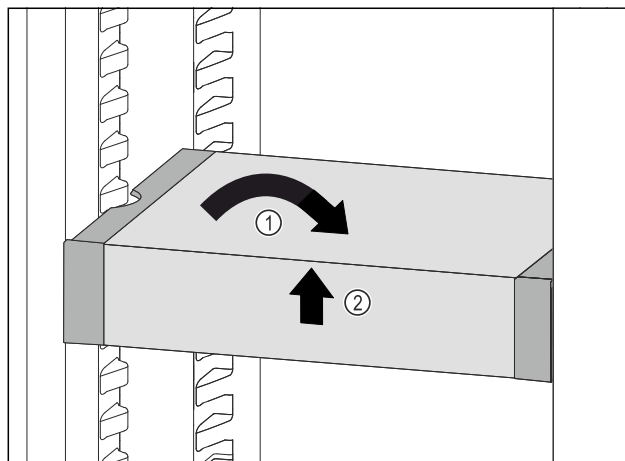

Fig. 76
- ▶ Poziționați drept VarioSafe. Fig. 76 (1)
- ▶ Ridicați în față VarioSafe. Fig. 76 (2)